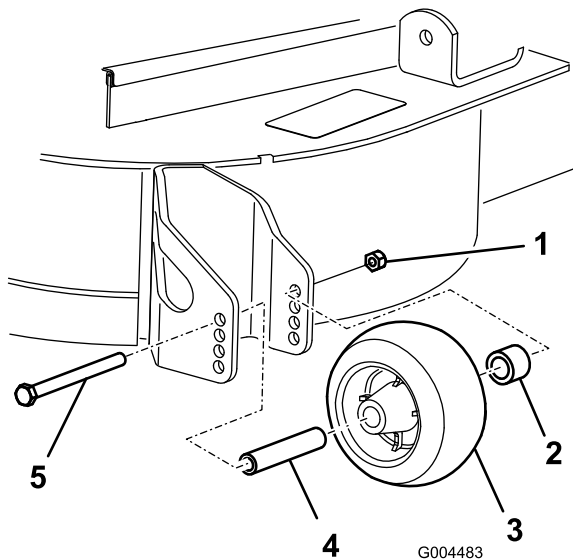

Bild 8
3. Nach dem Einstellen der Schnitthöhe sollten Sie die Rollen einstellen. Nehmen Sie die Bundmutter, die Buchse, das Distanzstück und die Schraube ab (Bild 8).
5. Setzen Sie die Bundmutter, die Buchse, das Distanzstück und die Schraube ein. Ziehen Sie sie auf 54-61 Nm an (Bild 8).